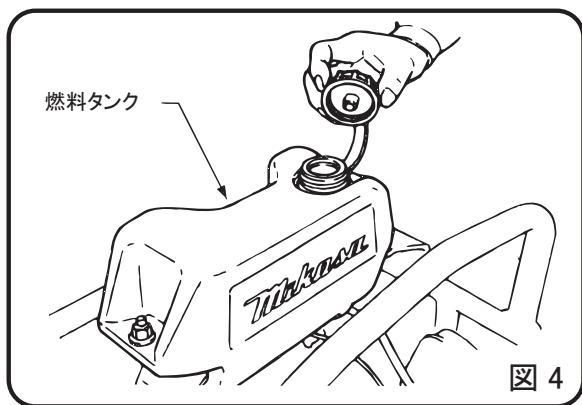

図 4
- 6 燃料タンクへレギュラーガソリン（無鉛）を入れると同時にエンジンオイルも点検し早めに補充して下さい。潤滑油量が少ないと、運転中の消耗により、エンジン焼き付きを起こします。（図4）潤滑油は自動車用エンジンオイル SE または SF 級以上の 10W-30 を入れて下さい。